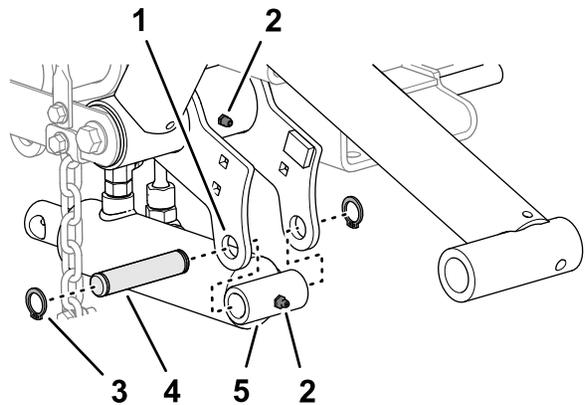

Figure 12
1. Alignez le côté chapeau du vérin de levage sur les trous dans les brides du bras de levage gauche (Figure 12).
2. Fixez le vérin sur les brides à l'aide de la goupille de montage et de 2 circlips (Figure 12).
3. Appliquez de la graisse au lithium n° 2 sur le bras de levage et le vérin hydraulique (Figure 12).